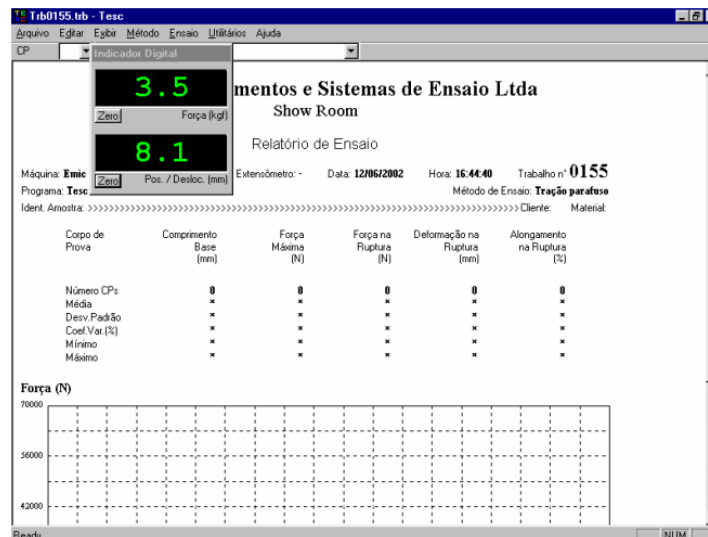

Figura 4 - Indicador Digital
- XI. Verificar se há indicação de carga e deslocamento (Figura 4). Se não houver o sinal da célula verifique se a mesma está devidamente conectada ao equipamento;